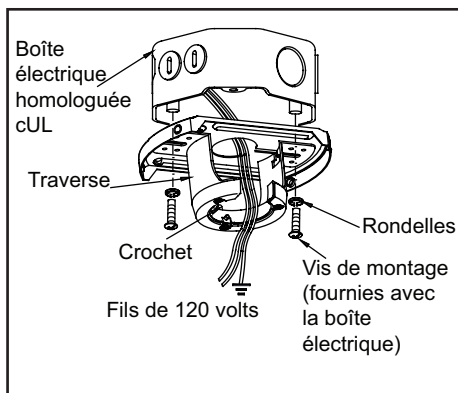

Figure 11
1. Faites passer les fils d'alimentation de 120 volts par l'orifice central de la traverse, tel qu'indiqué sur la Figure 11.
2. Fixez la traverse sur la boîte électrique à l'aide des vis de montage fournies avec la boîte électrique. Notez que le côté plat de la traverse est dirigé vers la boîte électrique. (Figure 11)